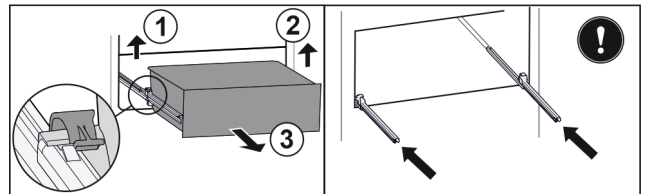

Fig. 210
- ▶ Emelje fel a bal oldali kapcsot, és ezzel egyszerre húzza előre felé a fiók bal oldalát. Fig. 210 (1)
- ▶ Emelje fel a jobb oldali kapcsot, és ezzel egyszerre húzza előre felé a fiók jobb oldalát. Fig. 210 (2)
- ▶ Vegye ki a fiókot előre felé. Fig. 210 (3)